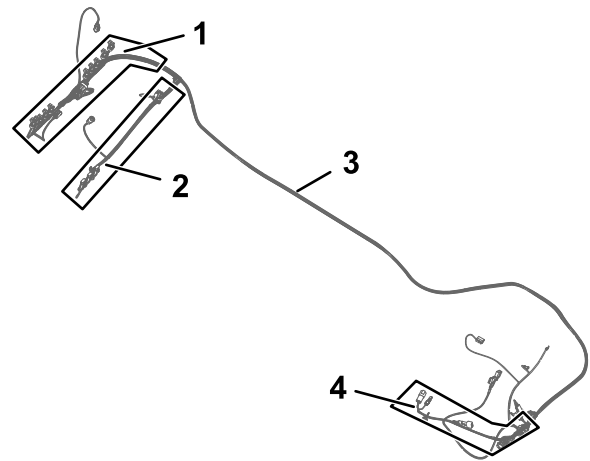
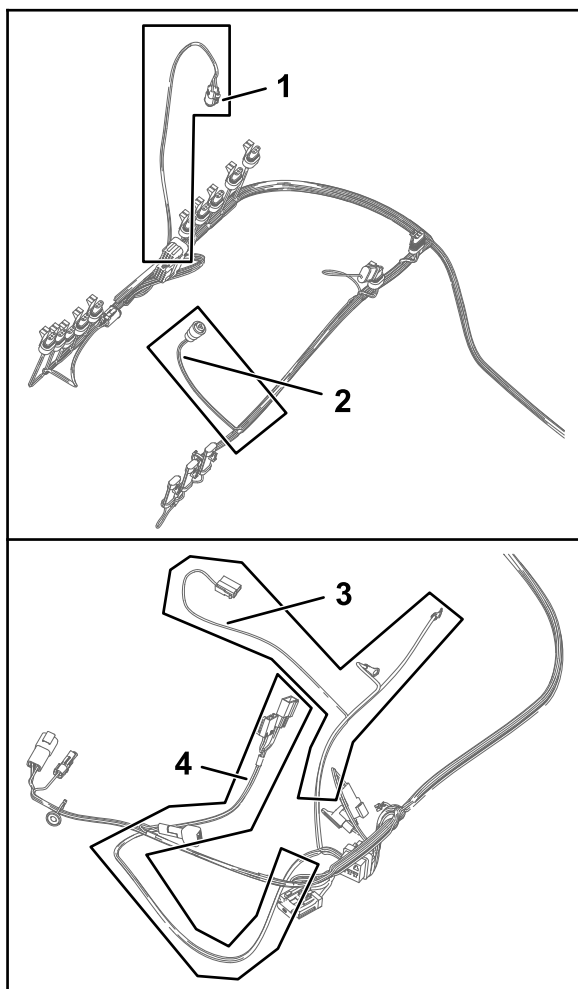

图76
图77
1. 找到套件线束的 84cm 线束支管、60cm 线束支管以及 66cm 线束支管(图76 和图77)。